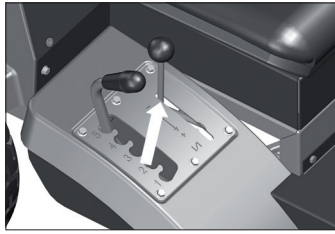

Fig. 16
2. Mova o acelerador para a posição de rotação mínima do motor [Fig. 16, pág. 07].